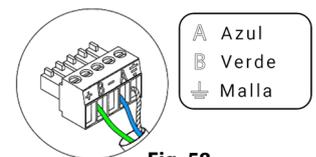

Fig. 58
Para la conexión al bus domótico de la central (2) dispone de 1 borna de 5 pines. Fije los cables con los tornillos de la borna respetando el código de colores (Fig. 58). Utilice la malla únicamente en el conector del lado de la central.